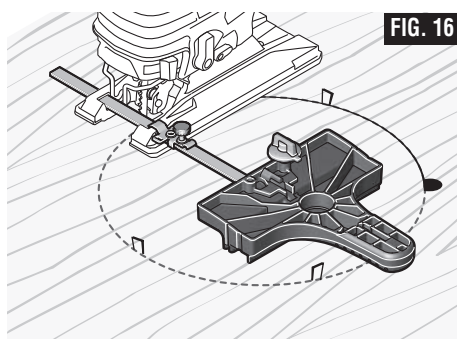

FIG. 16
- Coloque cuñas pequeñas en el corte de la manera que se muestra en la Fig. 16, para impedir que el círculo interno se extienda cuando se esté cerca del final del corte.